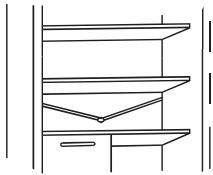

Fig.19
- Conserve limpio el conducto de drenaje del agua (fig. 19) de la parte frigorífica, para evitar la presencia de agua en su interior.